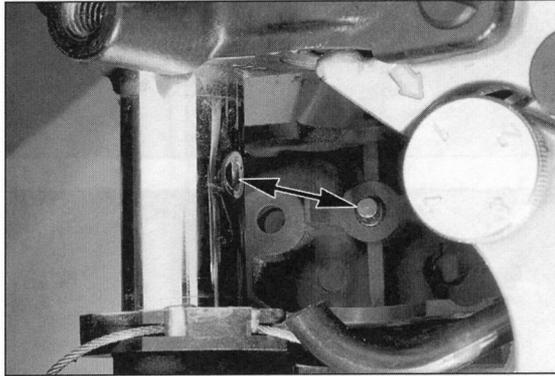

Bild 42
- Drehgriffgehäuse leicht gefettet wieder schliessen. Darauf achten, dass Zapfen der vorderen Gehäusehälfte ① Bild 42 in Lenkerbohrung ② eingreift.